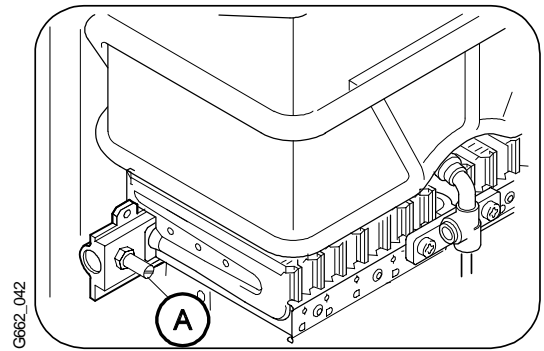

Fig. 7
Soltar el tornillo de la toma de presión (A) del quemador (fig. 7) y conectar el manómetro.